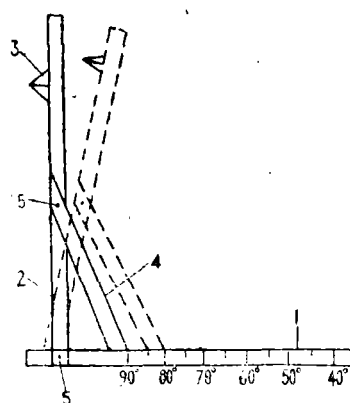

图1
該鑽塔測角器是利用简单的机械連杆作用原理和几何作图方法,由刻度尺①、測杆②、准星③、連杆④、活軸⑤等組成,如图1示。除两个活軸是鉄制之外,其他均由優質木材制成。所以制作简单,成本低廉,一般均可以自行制作。